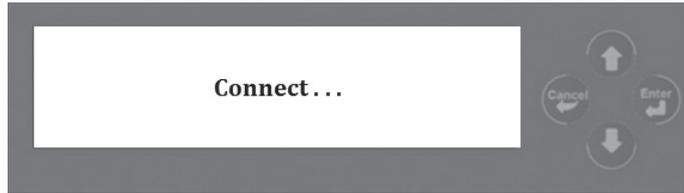
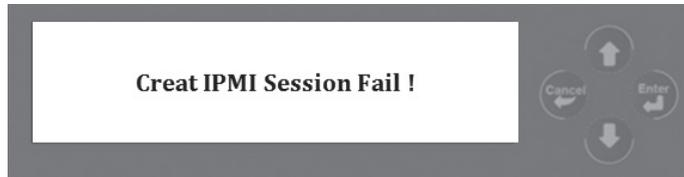

图 3
图 4
3、 进入连接 BMC 界面如图 3，若 BMC 正常工作（正常连接以及正常获取工作模式）则会进入主菜单界面，否则会报错如图 4、5 并进入客户电话界面如图 6：